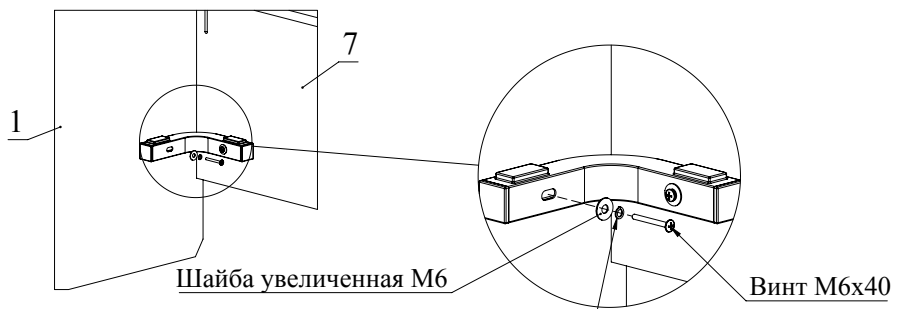

Рис.6
8. Таким же способом (как указано в п.6) прикрутите стяжки угловые к деталям 1, 2, 7, 8 (Рис.6).